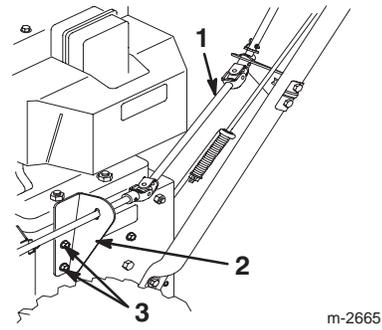

Bild 15
1. Entfernen Sie die zwei Schrauben vom Befestigungsprofil der Auswurfkanalsteuerstange an der linken Seite des Rahmens (Bild 15).
4. Montieren Sie das Profil mit den beiden Schrauben (Bild 15).